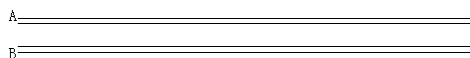
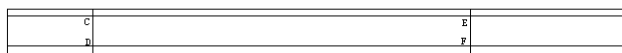

图 3-129 绘制并偏移直线
图 3-130 偏移直线
(1) 绘制皮带
- ① 单击“默认”选项卡“绘图”面板中的“直线”按钮 — ，绘制一条长为 80mm 的水平直线。
- ② 单击“默认”选项卡“修改”面板中的“偏移”按钮 — ，将步骤①中绘制的直线向下偏移，偏移距离分别为 1mm、5mm、6mm，效果如图 3-129 所示。
(2) 绘制带轮
- ① 单击“默认”选项卡“绘图”面板中的“直线”按钮 — ，连接图 3-129 中的 A 和 B 两点，并将线段 AB 向右偏移，偏移距离分别为 11mm、60mm、80mm，效果如图 3-130 所示。
- ② 单击“默认”选项卡“修改”面板中的“修剪”按钮 — ，修剪图 3-130 中的线段 CD 和 EF，效果如图 3-131 所示。
(3) 连接电动机与传送带